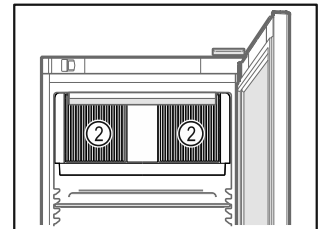

Fig. 48
- ❑ Διατηρείτε ελεύθερες τις σχισμές αερισμού Fig. 48 (2) του ανεμιστήρα στο εσωτερικό.